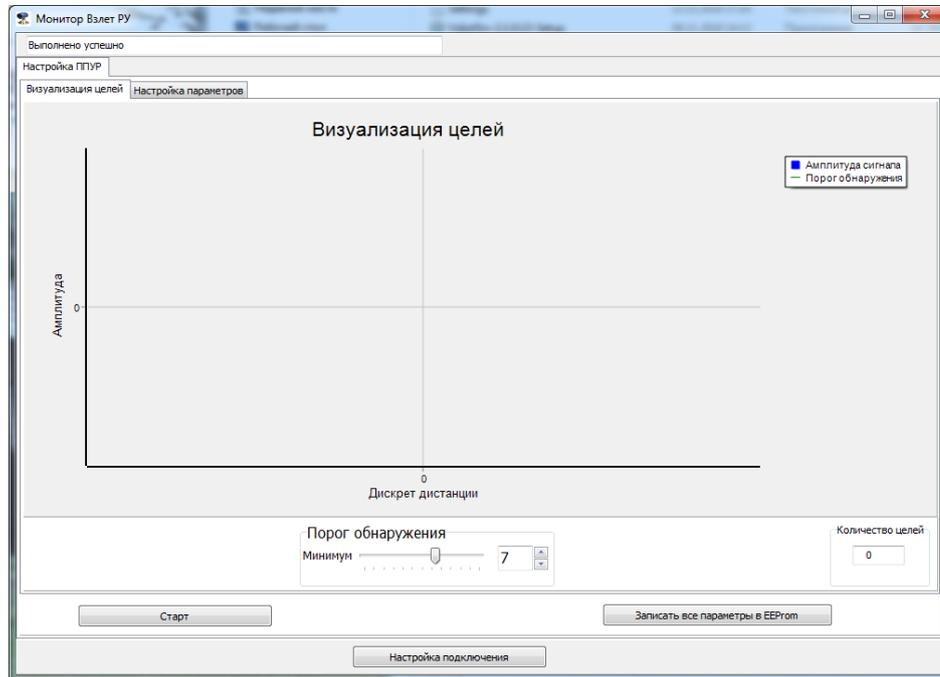
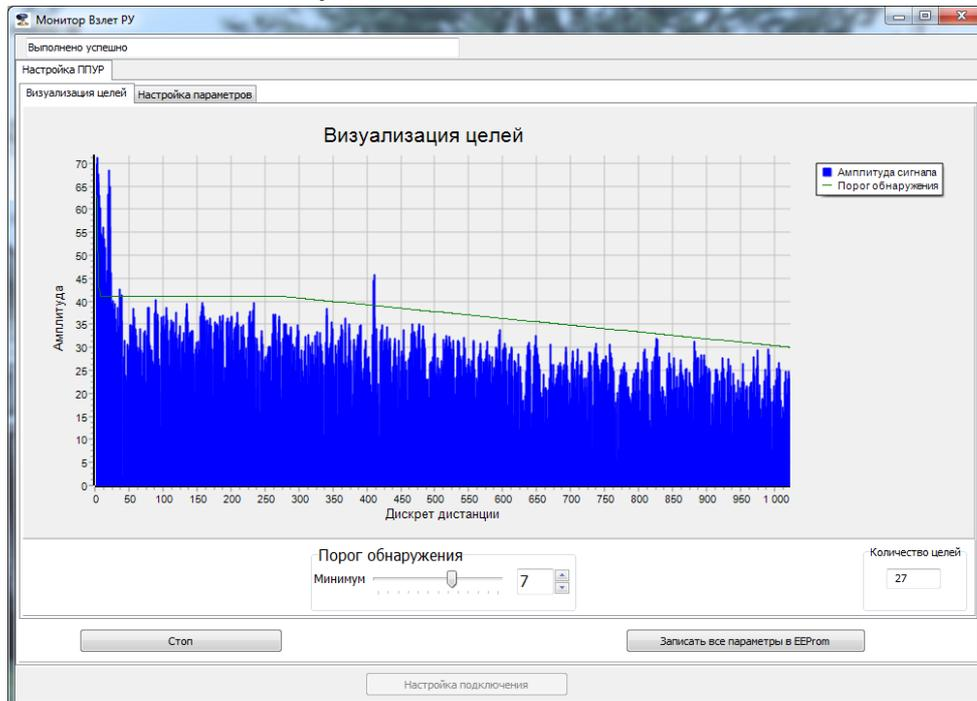

Рис.23. Окно «Визуализация целей».
Рис.24. «Шумовая дорожка».
5.7.2. После успешного подключения откроется окно «**Визуализация целей**» (рис.23). Для начала процесса измерений нажмите кнопку «**Старт**», начнется процесс отображения измерений, как приведено на рис.24.
5.7.3. На рис.24 приведена «шумовая дорожка», характеризующая спектр получаемого отраженного радарного СВЧ-сигнала. По оси «X» отложена дистанция до измеряемой среды с дискретностью 4 см, по оси «Y» – амплитуда сигнала в дБ.